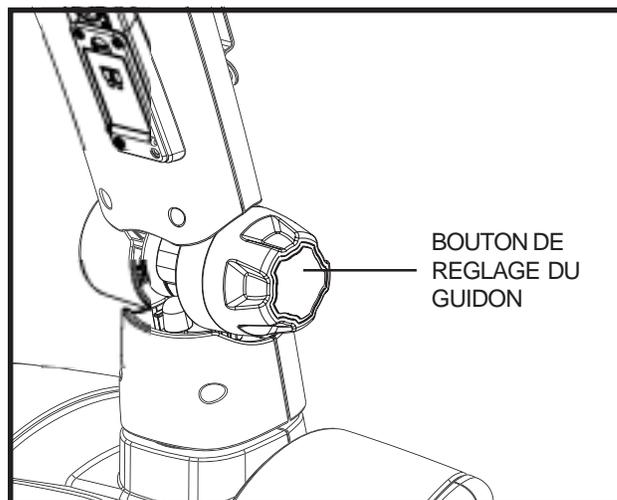

Figure 15. Réglage du guidon
1. Desserrez le bouton de verrouillage dans le sens opposé aux aiguilles d'une montre. **Voir la figure 15.**